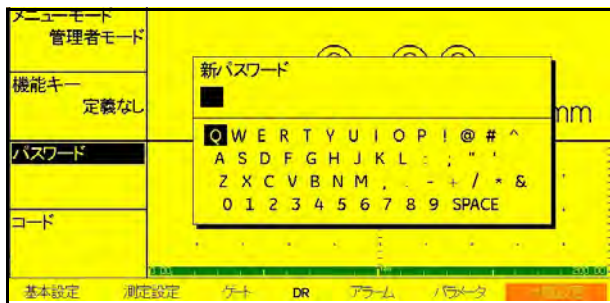

图 17：密码功能窗口
2. 使用操纵杆 () 选择**密码**功能，然后切换操纵杆 () 打开密码窗口（如下面的图17所示）。